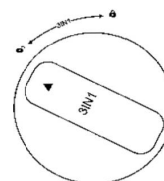

Figure 4
2. Setzen Sie die 3-IN-1-Patrone in die obere Öffnung ein. Das Dreieckssymbol auf der Oberseite des Filterelements sollte auf das Symbol (Abbildung 4).